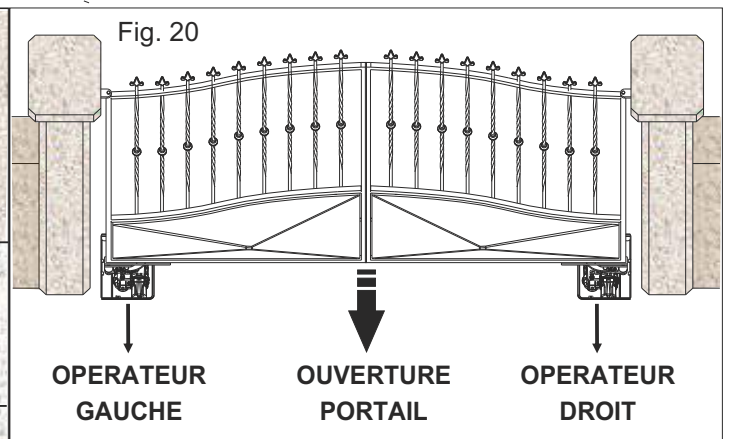

Fig. 20
**ASSUREZ-VOUS DE MONTER L'OPERATEUR DROIT ET L'OPERATEUR GAUCHE DANS LA BONNE POSITION; SE REFERER A L'IMAGE DE LA FIG.20 POUR IDENTIFIER LA POSITION CORRECTE PAR RAPPORT A L'OUVERTURE**